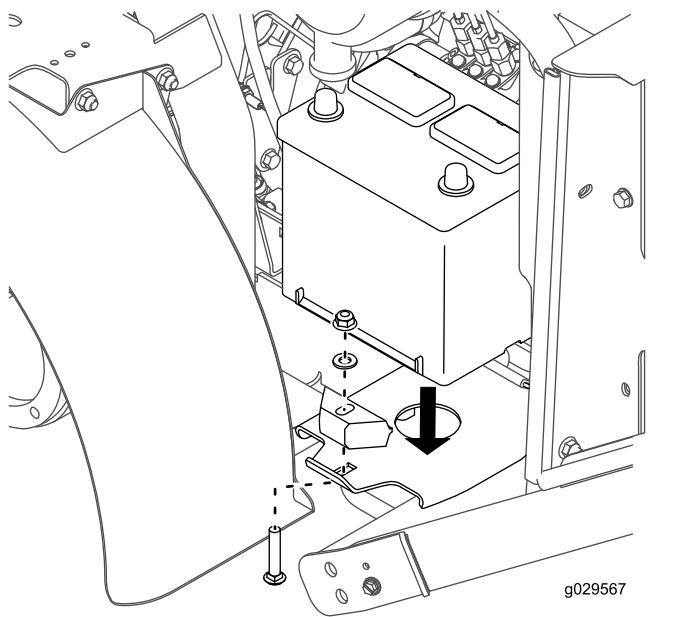

Figura 25
- Monte provisionalmente la batería en la bandeja de la batería con el perno de cuello cuadrado, la pletina de sujeción, la arandela y la tuerca que retiró anteriormente (Figura 25).